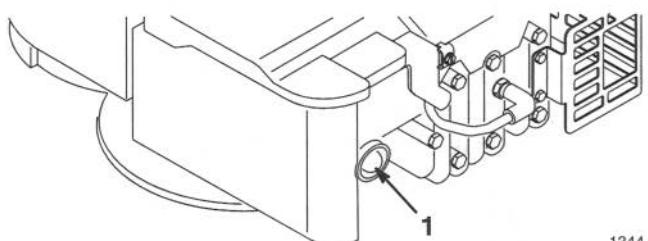

Figure 7
- 3. Appuyer trois (3) fois sur l'amorceur (Fig. 7). **Attendre environ deux (2) secondes entre chaque actionnement.**